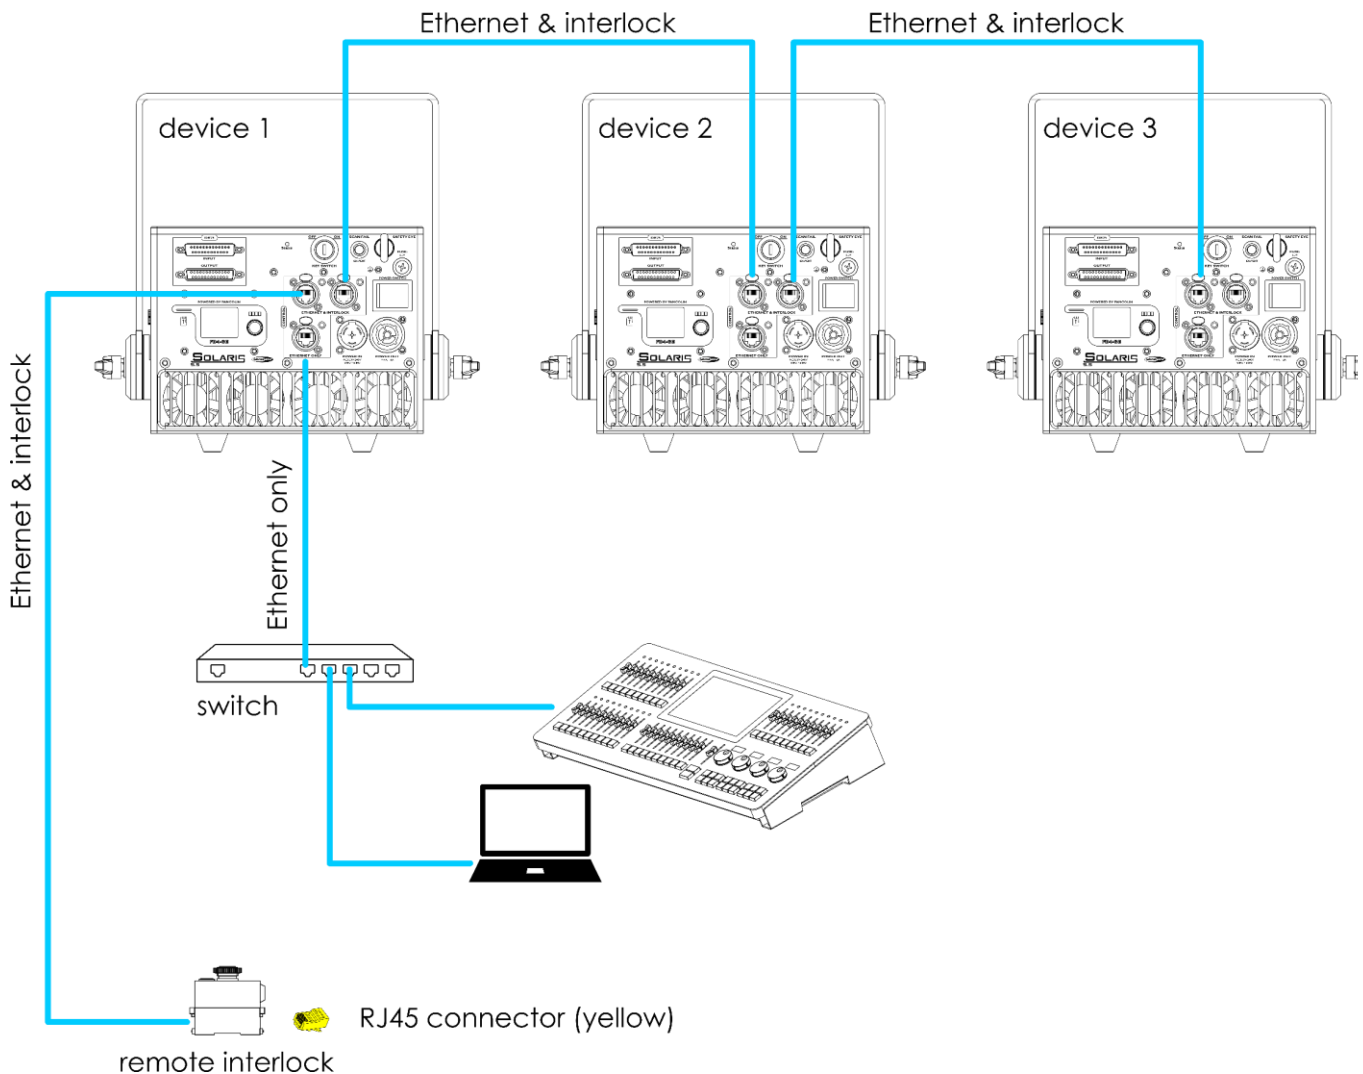

Abb. 14
In Abb. 14 sehen Sie ein typisches Setup mit mehreren Geräten. Befolgen Sie die folgenden Schritte, um das Gerät an einen Computer/Lichtcontroller, die Fernverriegelung und an andere Geräte anzuschließen:
- 01) Schließen Sie den RJ45-Anschluss des Computers/Lichtcontrollers an den **RJ45-Anschluss nur für Ethernet (24)** am ersten Gerät an. Verwenden Sie dafür ein CAT-5-CAT-5E-/CAT-6-Kabel. Für größere Setups können Sie einen Switch zwischen das erste Gerät im Setup und den Computer/Lichtcontroller schalten.
- 02) Schließen Sie den **RJ45-Anschluss (33)** der mit dem Gerät mitgelieferten Fernverriegelung an einen der **RJ45-Anschlüsse für Ethernet & Fernverriegelung (13)/(16)** am ersten Gerät im Setup an. Verwenden Sie dafür ein CAT-5-CAT-5E-/CAT-6-Kabel.
- 03) Schließen Sie den **RJ45-Anschluss für Ethernet & Fernverriegelung (13)/(16)** des ersten Geräts an den **RJ45-Anschluss für Ethernet & Fernverriegelung (13)/(16)** des zweiten Geräts an. Verwenden Sie dafür ein CAT-5-CAT-5E-/CAT-6-Kabel.
- 04) Wiederholen Sie Schritt 3, um die gewünschte Anzahl an Geräten wie in Abb. 14 zu verbinden.
- 05) Stecken Sie den mit dem Gerät mitgelieferten gelben RJ45-Stecker in den **RJ45-Anschluss (32)** der Fernverriegelung.